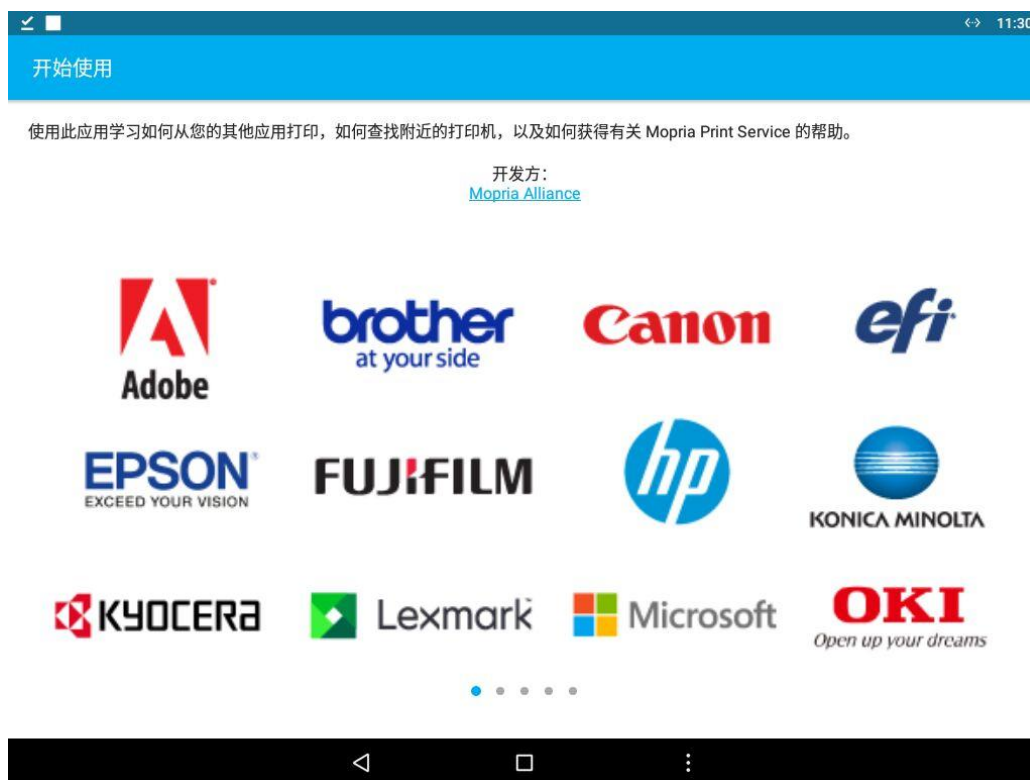
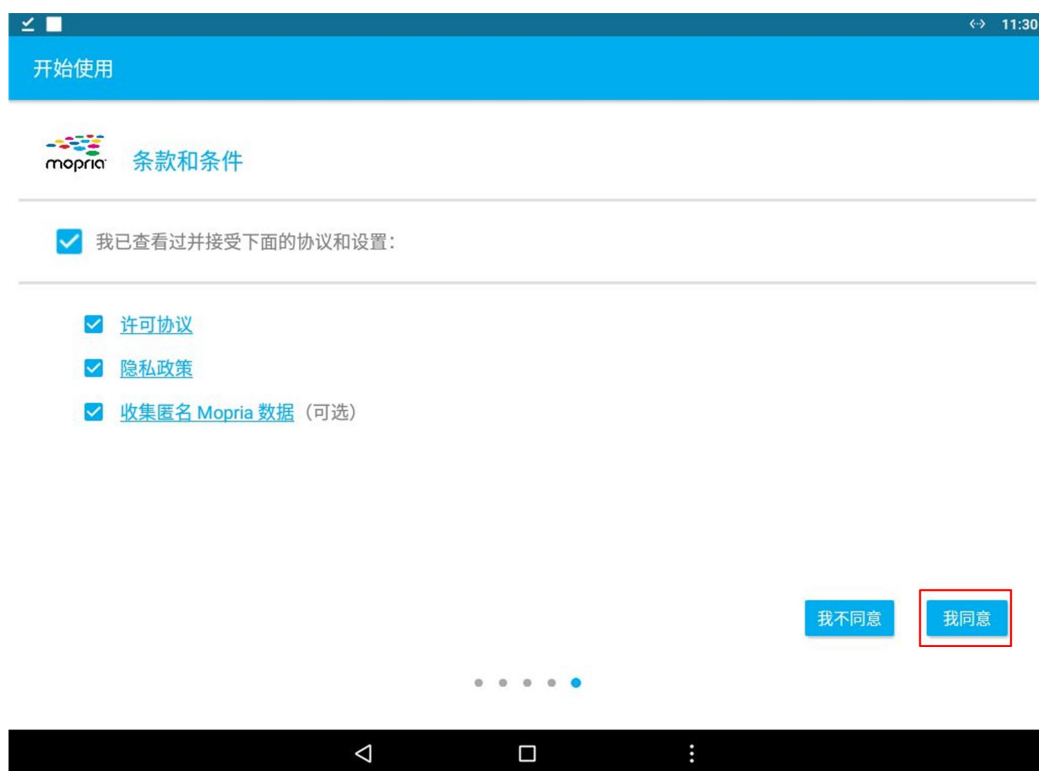

图 6
图 7
3、打开安装好的打印软件，如图 6 所示。划到最后一页勾选同意许可协议、隐私政策，点击我同意即可开始使用软件如图 7 所示。